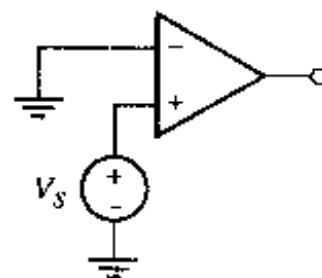

图 6.48
35. 用 PSpice 仿真图 6.48 所示电路, 使用(a) μ A741; (b) LM324; (c) LF411。采用 ± 15 V 电源供电, 分别求出这几种不同类型的运放饱和的差分输入电压 V_s 。